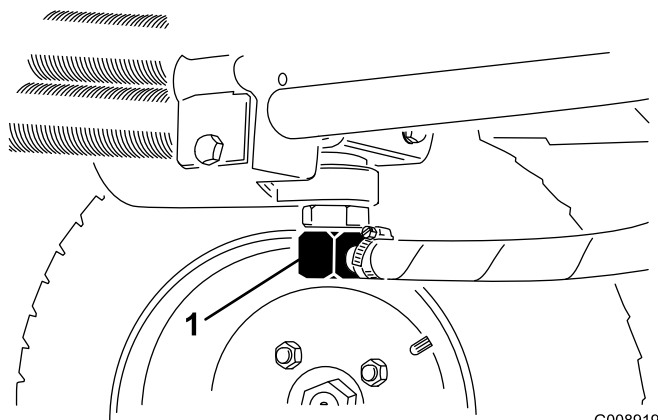

Figura 72
2. Desconecte as linhas hidráulicas (Figura 72) ou retire o filtro hidráulico (Figura 73) e deixe que o fluido hidráulico esorra para dentro de um recipiente de escoamento.